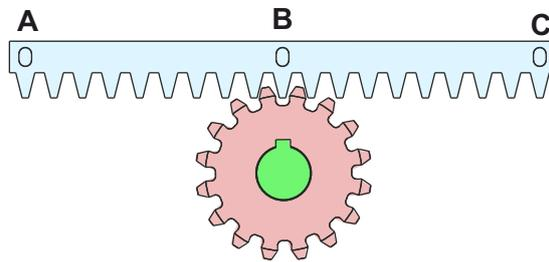
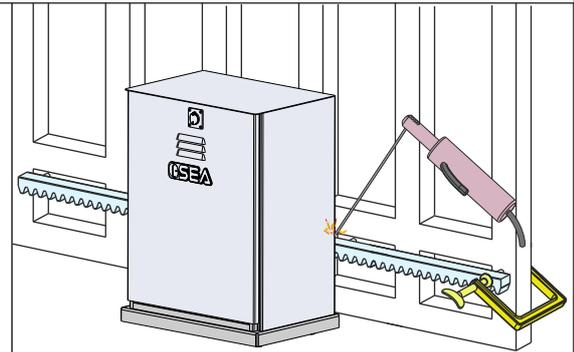

Fig. 9
Fig. 10
**6.3.** Placer l'élément de crémaillère sur le pignon - Fig. 9 - parallèlement au guide de coulissement au sol, puis souder le cliquet central **B** à la structure du portail - Fig. 10.